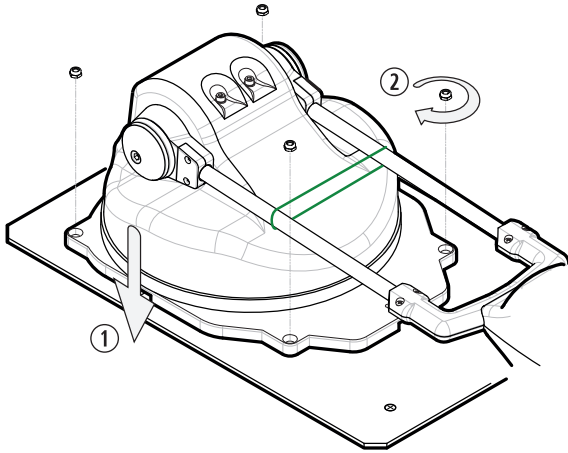

Abb. 9
Setzen Sie die Motorgruppe ① auf die Befestigungsplatte. Schrauben Sie sie mit den 4 zuvor abgeschraubten selbstsichernden Muttern fest ② (Abb. 9).